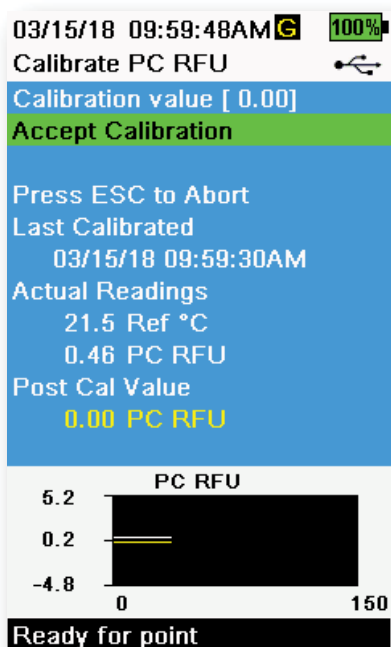

Figura 57 Calibração PC RFU
8. Observe a leitura da temperatura no ecrã de calibração (Figura 57). Utilize a tabela na secção de preparação da solução de corante Rodamina WT para identificar o valor adequado para a solução de calibração padrão.